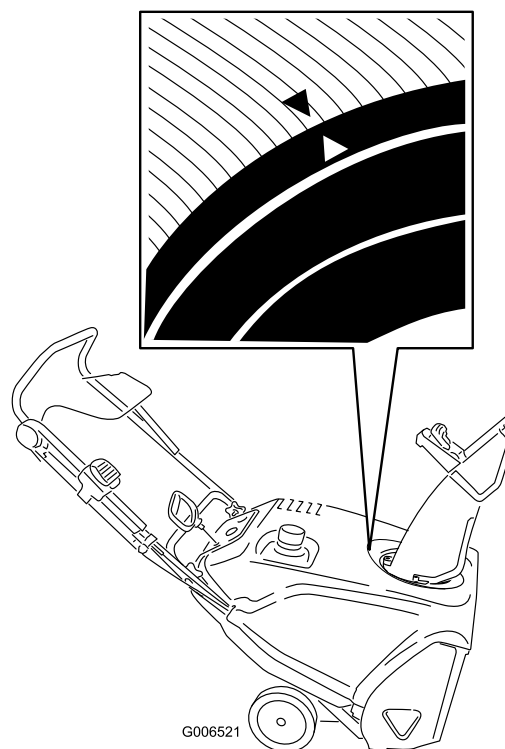

Figure 40
3. Tournez le déflecteur en avant, en alignant la flèche située à l'arrière sur celle située sur le carénage (Figure 40).